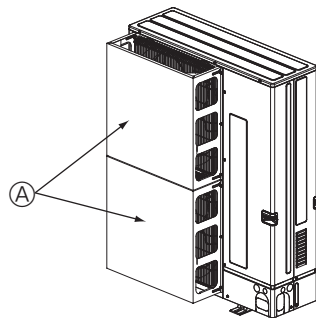

Fig. 2-5
- 2 Instale uma guia de ar opcional se a unidade estiver instalada num local sujeito a fortes ventos, que podem entrar directamente na saída de ar. (Fig. 2-5)